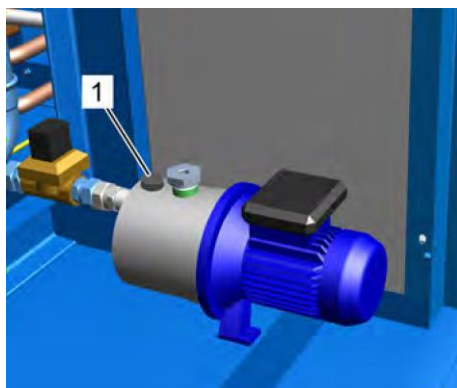

Рис. 35: Водяной насос
8. ➤ Удалите пробку для выпуска воздуха на водяном насосе (Рис. 35/1), заполните насос водой и снова закройте пробку для выпуска воздуха.